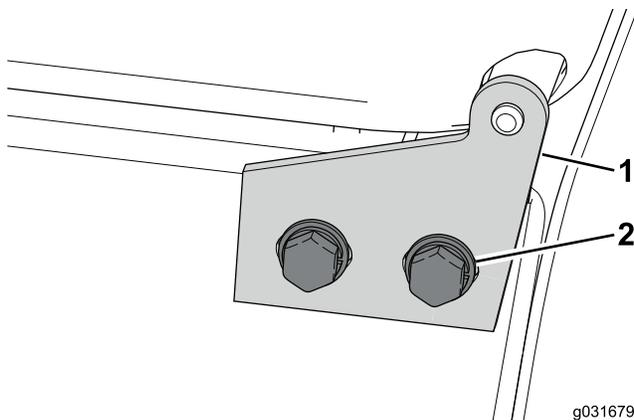

Bild 59
- Lösen Sie die vier Schrauben, mit denen die Motorhaube am Motorhaubenscharnier befestigt ist (Bild 59).